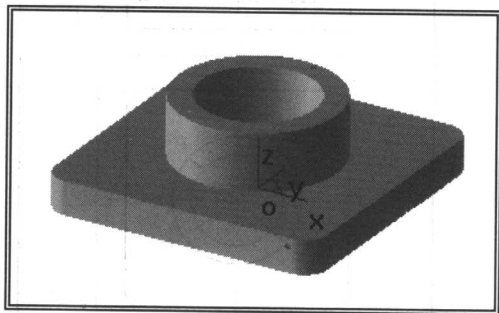

图 0-12 生成凸台特征
(3) 单击工具栏中的“拉伸增料”按钮 , 系统弹出“拉伸增料”对话框, 拾取“草图 1”为拉伸对象, 单击“深度”输入框右侧向上箭头按钮, 调整拉伸深度为 25, 单击 **确定** 按钮, 生成拉伸实体特征, 如图 0-12 所示。